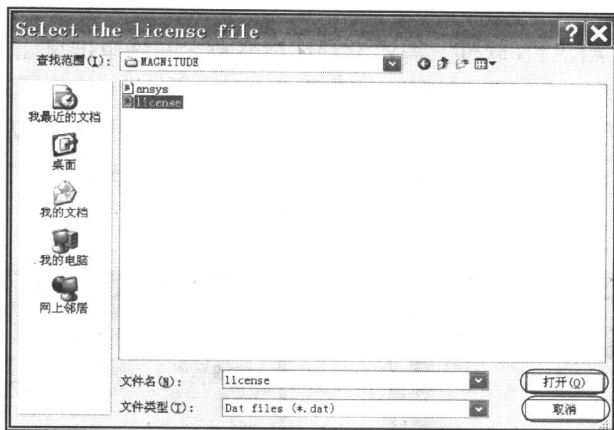

图 1-13 ANSYS 许可文件选择界面
⑬ 出现 ANSYS 许可文件选择界面如图 1-13 所示, 进入 D:\MAGNITUDE, 选择 license.dat, 单击“打开”按钮。ANSYS 安装完许可文件后会再次出现图 1-13 所示的画面, 单击“取消”按钮进行下一步安装。